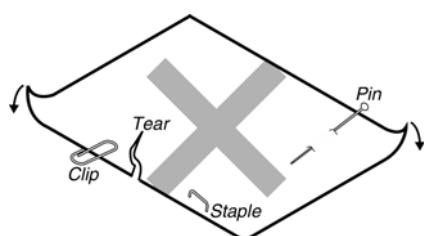

图 B-5
- 装进的纸一定不能有折叠、撕裂或带有订书钉、回形针、大头钉和任何杂物（如图 B-5 所示）。如果装入的纸张带有其它杂物，则极可能会严重损坏打印机。